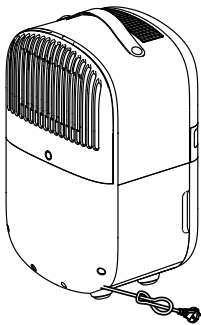
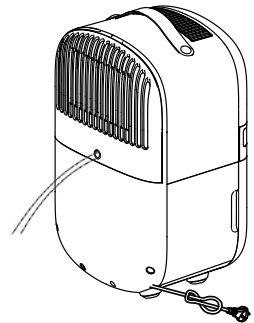

Abb. 4
Abb. 6
2. Trennen Sie es von der Stromversorgung ab. Vergewissern Sie sich, dass die hintere Seite des Gerätes gut zugänglich ist (Abb. 4).
3. Brechen Sie den Stopfen der Ablassöffnung in der Filterabdeckung (6) heraus, entfernen Sie die Abdeckung und entfernen Sie den Gummistopfen aus der Ablassöffnung.
4. Ziehen Sie den Ablaufschlauch (12) durch das Loch im Deckel und schieben Sie ihn in den Ablaufschlitz unter dem Deckel (Abb.6).
5. Setzen Sie die Filterabdeckung (6) auf das Gerät.